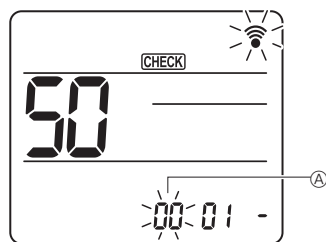

Fig. 6-17
- ② Ρύθμιση του αριθμού μονάδας
Πατήστε το κουμπί [01] για να ρυθμίσετε τον αριθμό μονάδας ①. (Fig. 6-17)